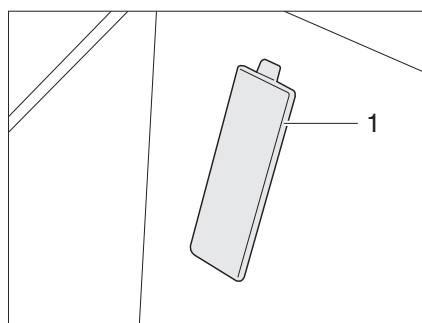

Fig. 266 Cache numéro de châssis (véhicule porteur Fiat)
- ▷ Le numéro de châssis se trouve derrière un cache (Fig. 266,1) dans la zone d'entrée, côté passager sur les véhicules porteurs Fiat.